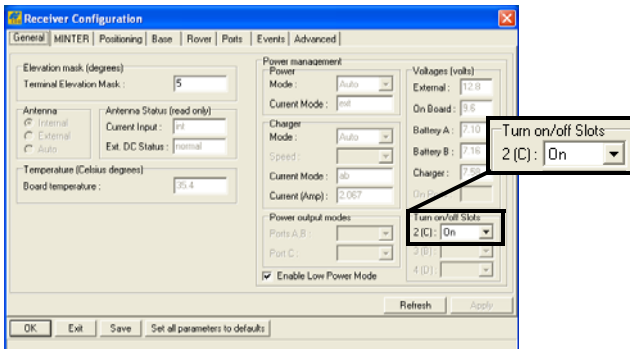

Figura 2-11. Seleccionar Modos de Salida de Energía – Puertos y Ranuras
5. Seleccione la lista desplegable *Turn on/off Slots* para configurar la salida de energía en las ranuras internas (Figura 2-11).